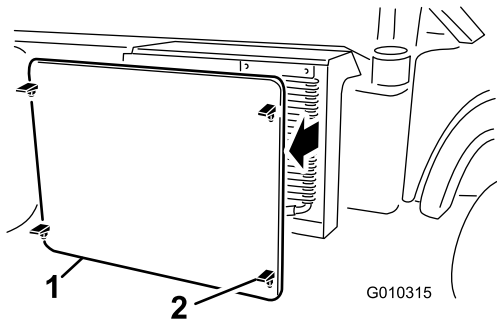

Bild 52
5. Lösen und entfernen Sie das Kühlergitter vorne am Kühler (**Bild 52**).